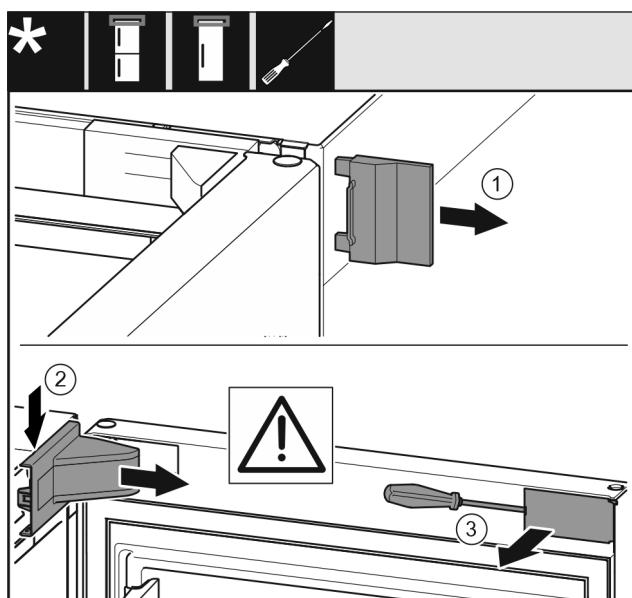

Fig. 8
- Αφαιρέστε το εξωτερικό κάλυμμα Fig. 8 (1).
- Ξεκουμπώστε και αφαιρέστε το κάλυμμα του στηρίγματος Fig. 8 (2).
- Ξεκουμπώστε το διακοσμητικό κάλυμμα Fig. 8 (3) με ίσιο κατσαβίδι και παραμερίστε το προς το πλάι.